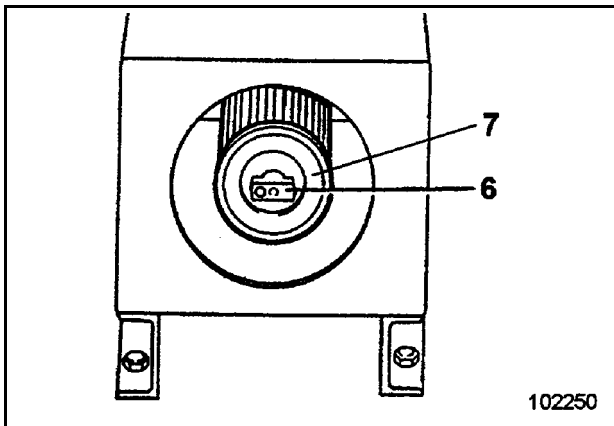
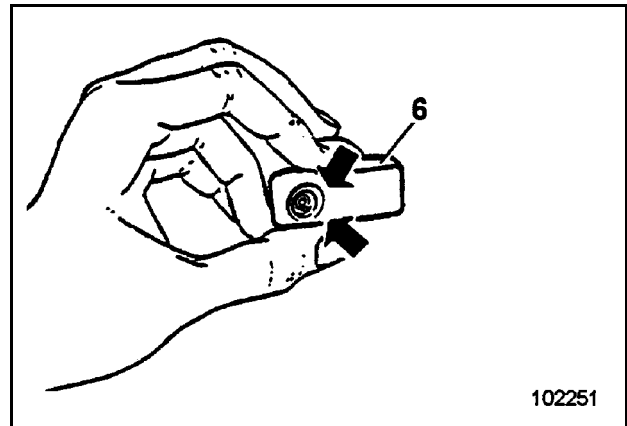

Fig. 3-37:
Fig. 3-39:
Sicherheitsfilterelement (7, Fig. 3-37:) nach 1000 Betriebsstunden oder 3 Reinigungen des Hauptfilterelementes, spätestens jedoch nach einem Jahr Betriebszeit erneuern.
- Unterdruckanzeiger (6, Fig. 3-37: bzw, Pfeil Fig. 3-39:) prüfen ob
- Unterdruckanzeiger (6) abschrauben und Sicherheitsfilterelement (7) herausziehen.